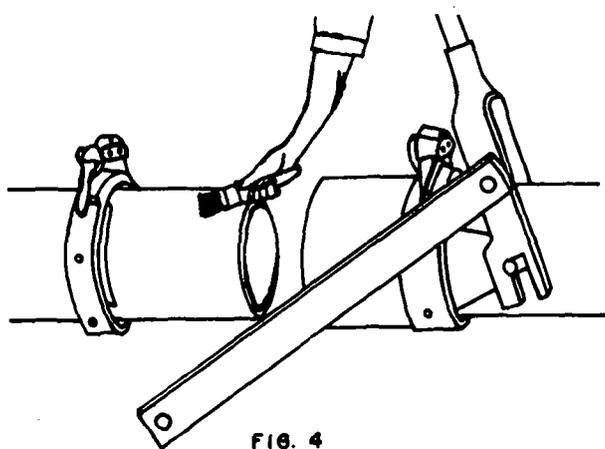

FIG. 4
8.º Passo — Aplique a solda plástica (fig. 4).